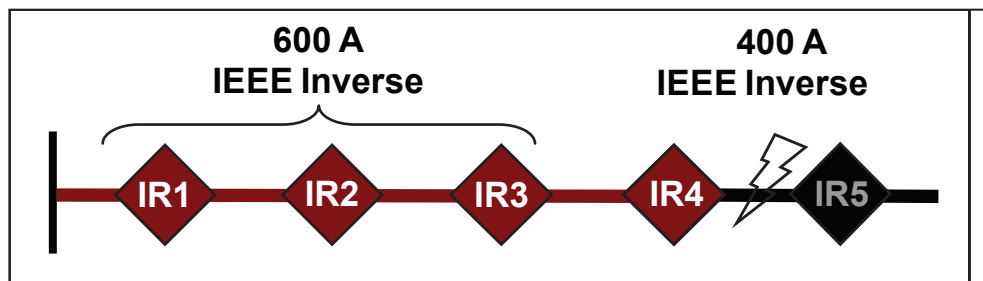

Figura 20. Falta temporária CEC; IR2 e IR3 mudam para uma curva TCC mais lenta.
- IR2 e IR3 mudam para uma curva TCC mais lenta. Ver Figura 20.